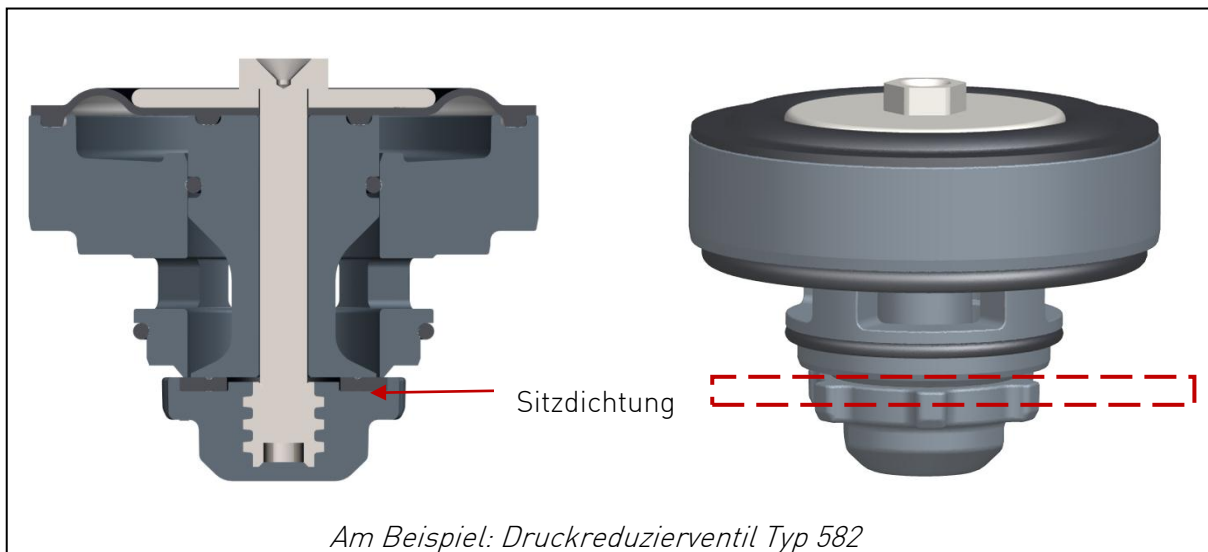

Abb. 16
- Bereich der Sitzdichtung kontrollieren und reinigen, siehe Abb. 16